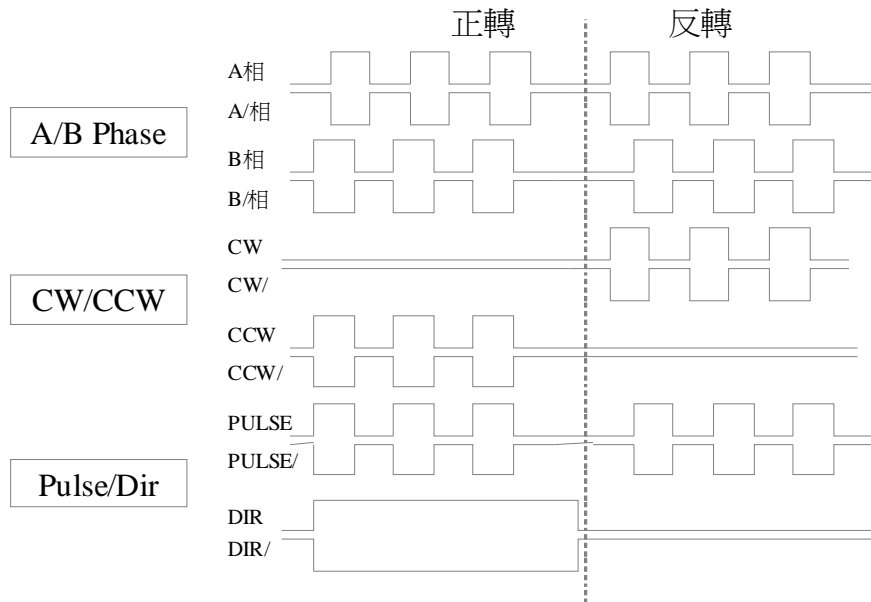

Fig.1-7
註 8: 最終以Differential訊號型式自EPCIO-4000/4005 傳送之Pulse Format如下圖Fig.1-7
- 參考Fig.1-5，Fig.1-7